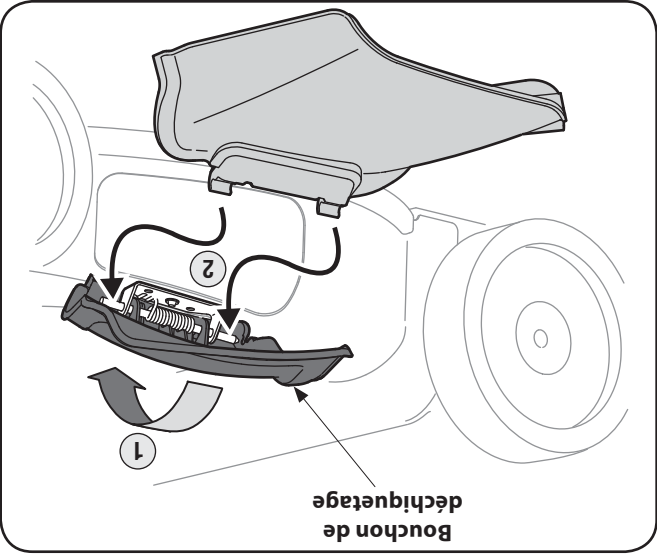

Figure 3-9
1. Relevez le bouchon de déchiquetage à charnière qui se trouve sur le côté du plateau de coupe. Voir la Figure 3-9. La tondeuse a été expédiée pour fonctionner comme une tondeuse déchiqueteuse. Si la tondeuse est adaptée pour éjecter l'herbe sur le côté, assurez-vous que le sac à herbe a été démonté de la tondeuse et que le clapet d'éjection arrière est fermé. Pour enlever le sac à herbe, relevez le clapet d'éjection arrière de la tondeuse. Relevez le sac à herbe et dégagez-le des fentes des supports du guidon. Lâchez le clapet d'éjection arrière pour fermer l'ouverture sur l'arrière de la tondeuse.